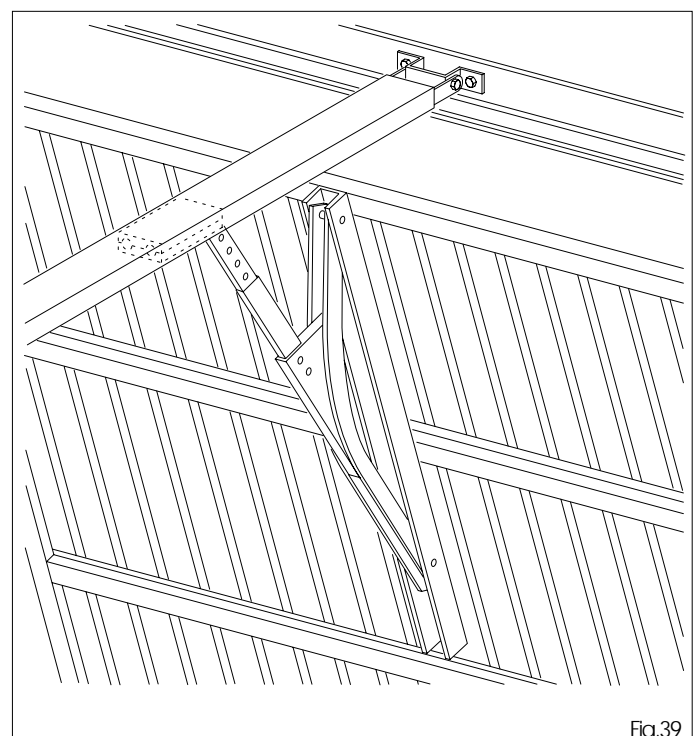

Fig.39
• On peut automatiser des portes équilibrées par contrepoids en utilisant l'accessoire indiqué sur la fig. 39 (GDA 3000) .